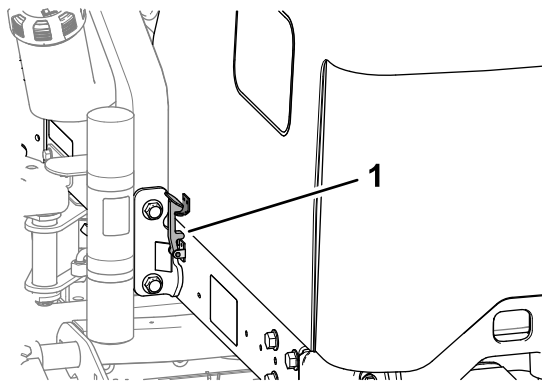

Figura 54
2. Gire o capô para cima e para trás (Figura 54).